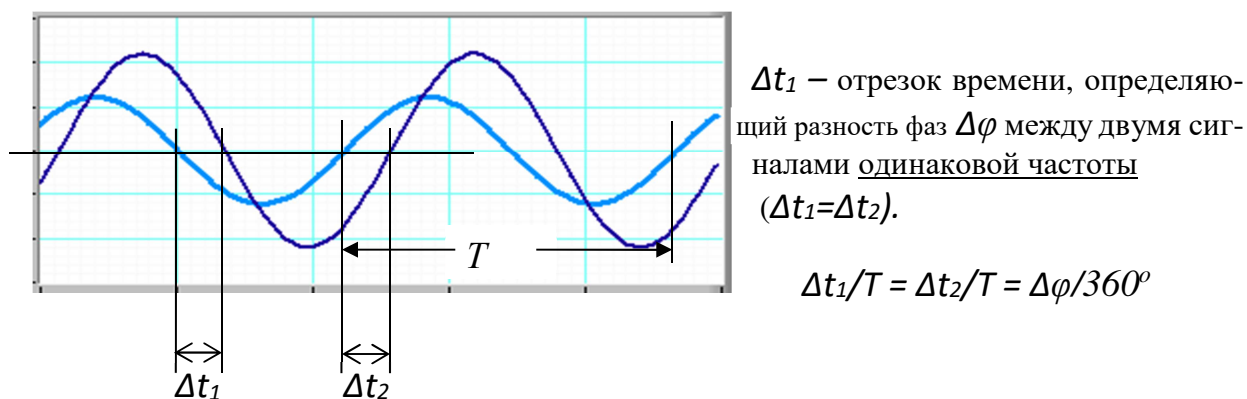

Рис.16. Расчет разности фаз между гармоническими сигналами одинаковой частоты.
- Измерить период сигнала T . Для расчета разности фаз между сигналами 1 и 2 канала $\Delta\varphi$ (см. рис.16), измерить Δt_1 и Δt_2 , т.е. интервалы времени между нулевыми значениями мгновенных напряжений по спаду и фронту сигналов.
- Обработка результатов таблицы 3.** Рассчитать разность фаз (см. рис.16). Нарисовать векторную диаграмму напряжений для RL -цепи (соблюдая масштаб). Проверить справедливость соотношений $U_L^2 + U_R^2 = U_I^2$ и $\Delta\varphi_{IR} + \Delta\varphi_{IL} = 90^\circ$.